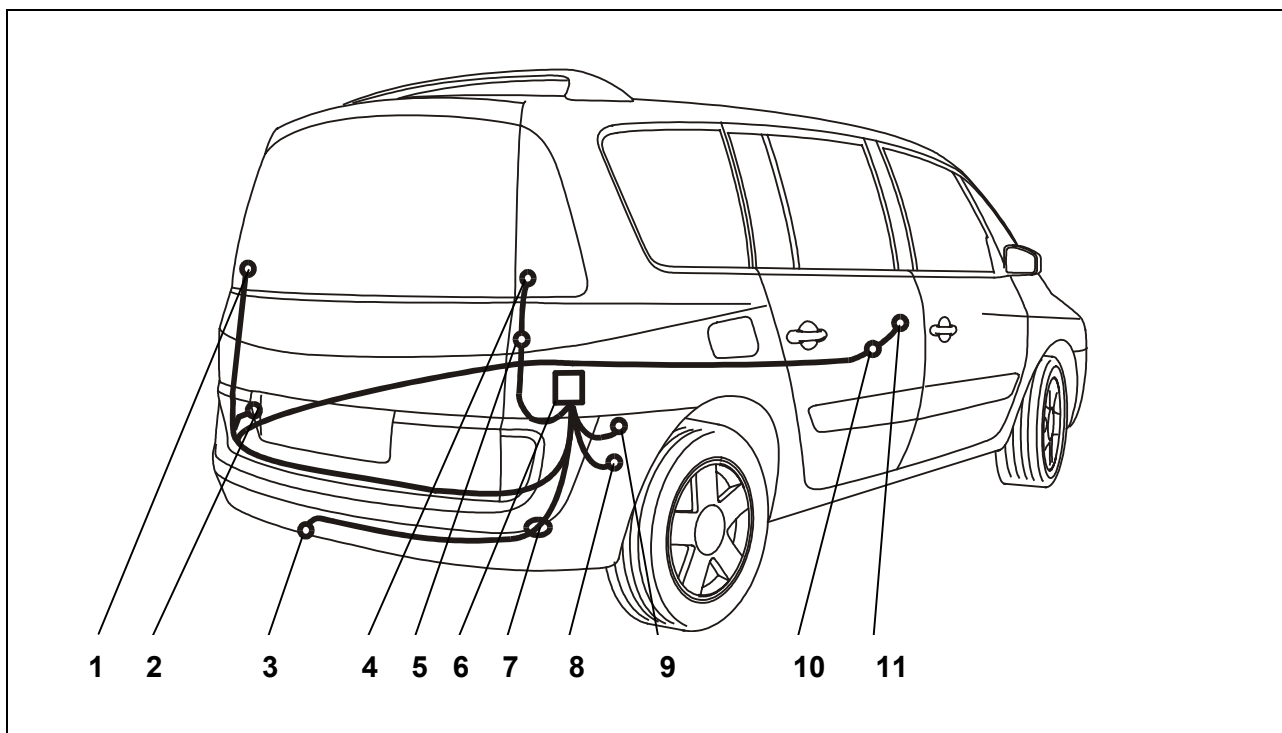

Fig. 1: Aperçu du montage
3. Sur les véhicules équipés du système d'aide au stationnement EPH à proximité d'un passage des câbles existant, percer un trou de 19 mm pour le passage du câble dans la zone arrière à l'endroit adéquat (Fig. 1/7).
Sur les véhicules sans système d'aide au stationnement EPH, utiliser le passage du câble présent dans la zone arrière en bas à droite (Fig. 1/7).
4. Faire passer l'extrémité de la prise femelle du conducteur de fils via le passe-câble, en partant du coffre à bagages vers l'extérieur, jusqu'à la tôle de retenue de la prise (Fig. 1/3).
5. Tirer le passe-fil en caoutchouc vers le haut et le faire passer dans le passage du câble (Fig. 1/7).
6. Remonter le joint de la prise de courant et connecter le conducteur de fils dans le bâti de la prise (Fig. 1/3) comme indiqué au paragraphe *Affectation de la prise de courant* et faire glisser vers le bas le joint en caoutchouc sur la prise.
7. Fixer la prise sur la tôle de retenue de la prise (Fig. 1/3) avec les vis et écrous fournis.
9. Disposer l'extrémité du fil sur le feu arrière droit (Fig. 1/4) avec le fil gris/rouge et les boîtiers enfichables à 5 éléments.
11. Faire passer l'extrémité du fil avec le fil gris/noir le long de la plaque de serrage arrière au niveau du feu arrière gauche (Fig. 1/1).